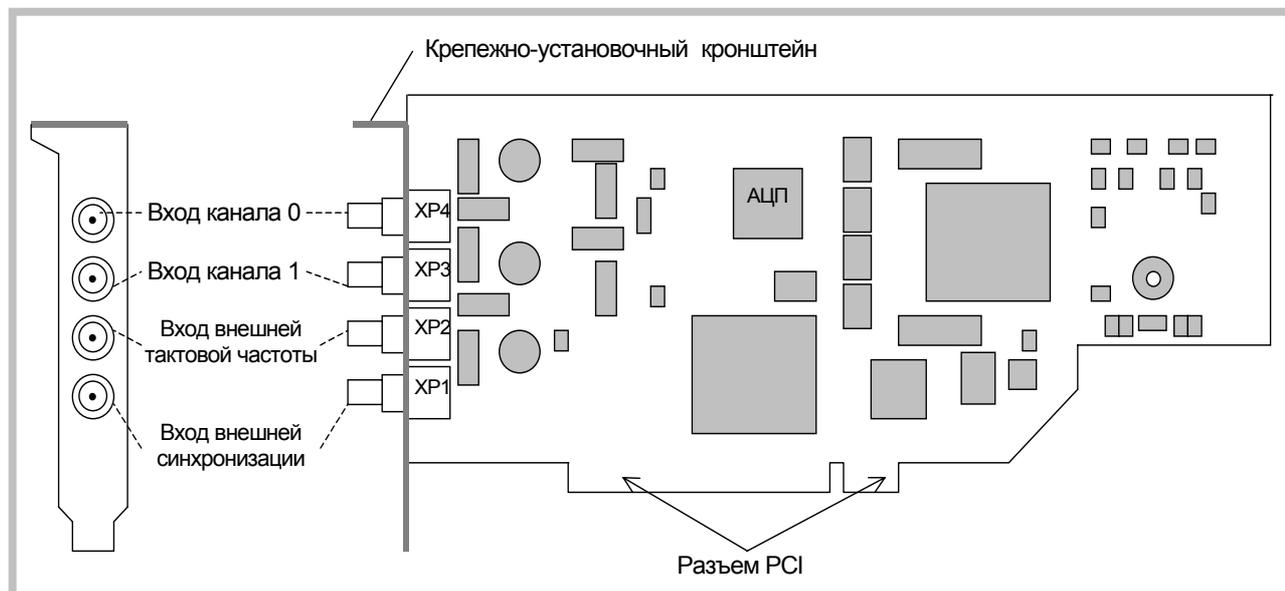

Рисунок 2. Схема размещения разъемов на плате
Расположение разъемов (XP1, XP2, XP3, XP4) показано на рисунке (Рисунок 2).
- 4) Установите разъем РСІ платы (см. Рисунок 2 на стр. 14) в свободный слот РСІ компьютера.
- 5) Прикрепите плату винтом за верхнюю часть её крепёжно-установочного кронштейна (см. Рисунок 2 на стр. 14) к задней панели корпуса ПК.